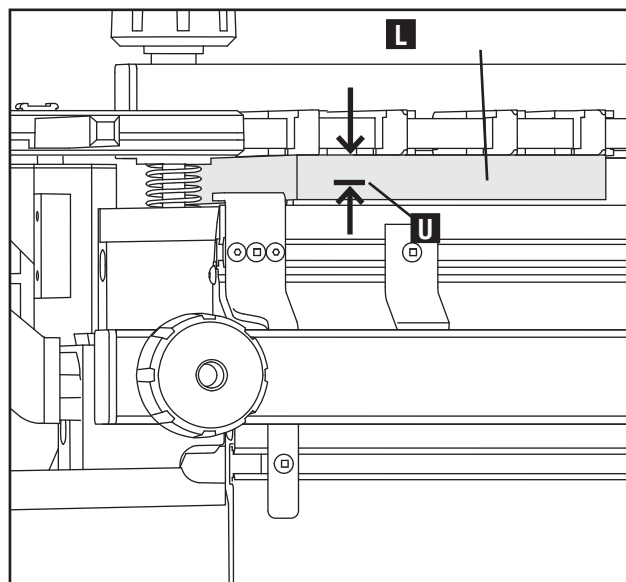

Fig. E7
- b. Mida la superficie superior de la tabla para espiga (L) Fig. E7 (que se monta en posición horizontal) y haga una marca (U) en el extremo de la tabla a la misma distancia que la altura de la cola.